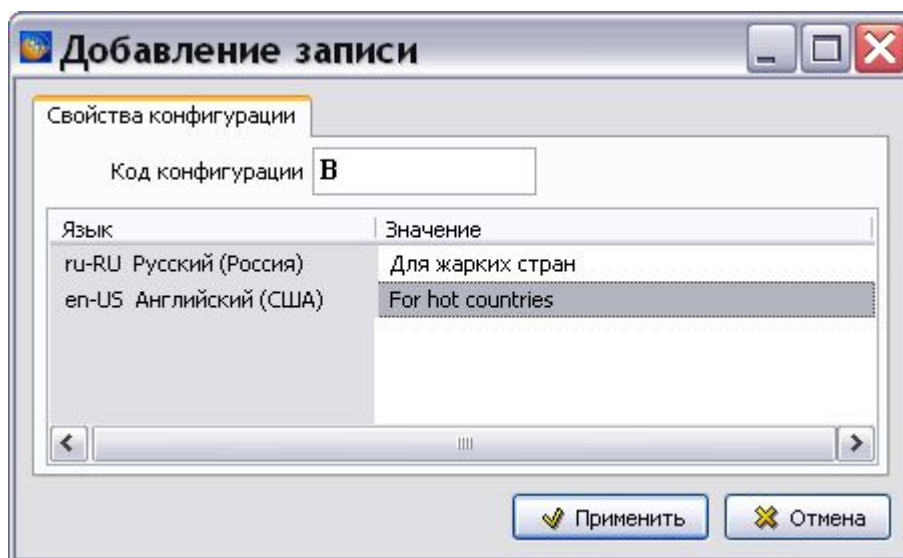

Рис. 2.21
3. Введите **Код конфигурации**. Код конфигурации по требованию стандарта должен состоять из букв латинского алфавита и цифр (Рис. 2.21).
4. Введите значение конфигурации для всех языков проекта (Рис. 2.21). Языки проекта задаются в шаблоне проекта и могут быть изменены в свойствах проекта (см. раздел «Вкладка «Язык»»). Для ввода значения на определенном языке дважды щелкните по строке с названием языка в столбце «Значение». При этом ячейка станет доступна для ввода данных.